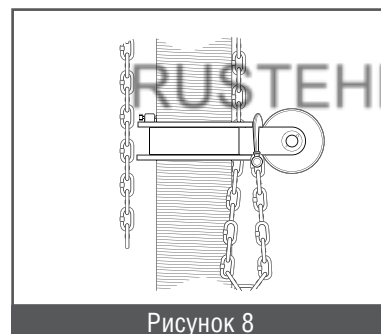

Рисунок 8
- Зафиксирован на силовом устройстве стопорным болтом (рисунок 8).